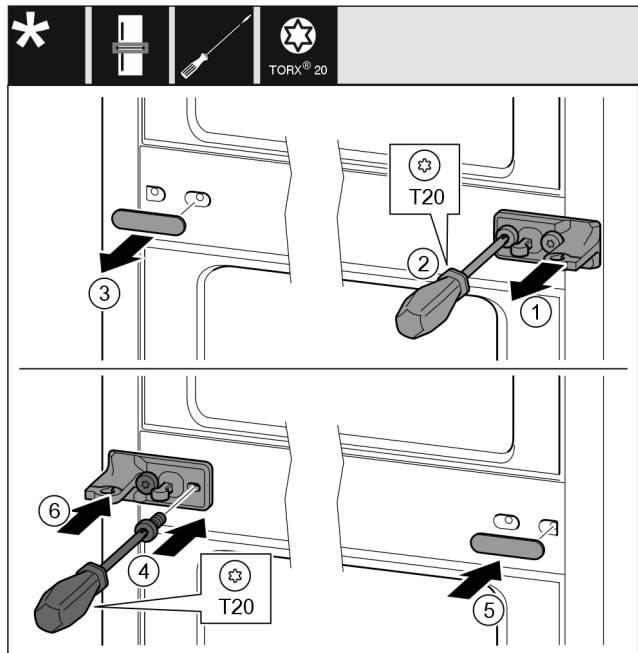

Fig. 11
- Húzza le a lemezt. Fig. 11 (1)
- Csavarja ki a csavarokat a T20 csavarhúzóval. Fig. 11 (2)
- Óvatosan húzza le a fedelet. Fig. 11 (3)
- Csavarozza fel szilárdan, 180°-kal elfordítva a csapágybakot a fóliával a másik oldalra. Fig. 11 (4)
- Szerelje fel a fedelet a másik oldalra, 180°-kal elfordítva. Fig. 11 (5)
- Tolja fel a lemezt előlről. Fig. 11 (6)